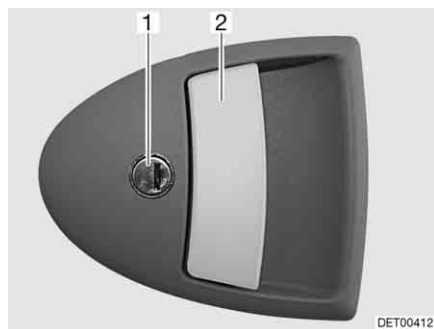

Fig. 59 Fechadura da porta de entrada, lado de fora
- Meta a chave no canhão da fechadura (Fig. 59,1) e gire até a fechadura da porta estar destrancada.
- Puxe o manípulo da porta (Fig. 59,2). A porta está aberta.
- Meta a chave no canhão da fechadura (Fig. 59,1) e gire até a fechadura da porta estar trancada.